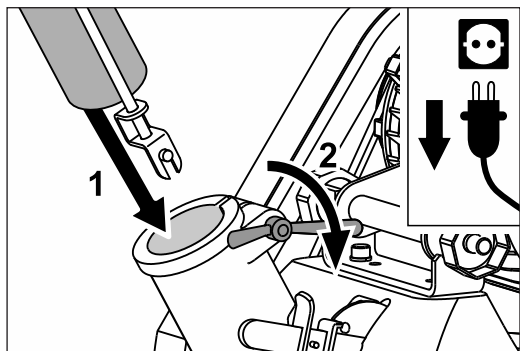

Abb. 6 Das Führungsrohr in das Maschinengehäuse stecken (1). Die Flügelmutter anziehen (2).
- 2 Stecken Sie das Führungsrohr in die hintere Öffnung am Maschinengehäuse (Abb. 6, 1) und ziehen Sie die Flügelmutter fest (Abb. 6, 2).